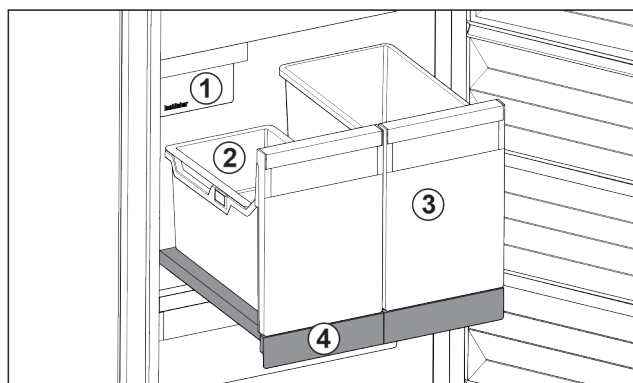

Fig. 122 Vysouvací přihrádka s IceTower
Na vysouvací přihrádce jsou dvě vysoké nádoby (IceTower). V nádobě Fig. 122 (2) se shromažďují a skladují kostky ledu z IceMaker. Nádoba Fig. 122 (3) se hodí pro skladování vysokých potravin jako pizzy nebo alkoholické nápoje.